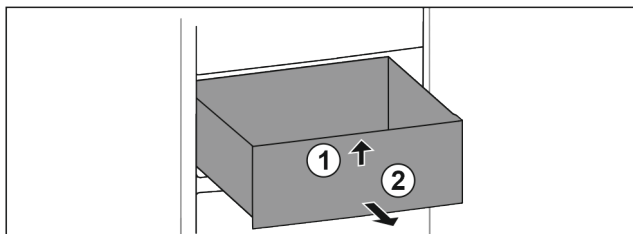

Fig. 131
- ▶ Nadzvedněte zásuvku vpředu. Fig. 131 (1)
- ▶ Vyjměte zásuvku dopředu. Fig. 131 (2)